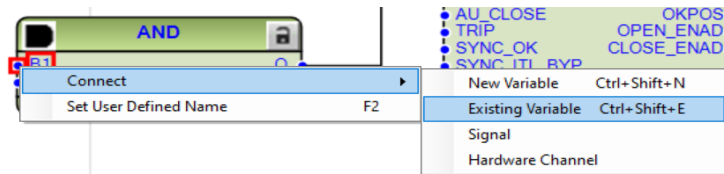

Imagen 348_Conexión de variable en el puerto B1 del bloque AND.
5.1.31 Y para la entrada del bloque “AND” conectaremos una variable “B1” desde “Connect - Existing Variable” como se observa en la **Imagen 348**.